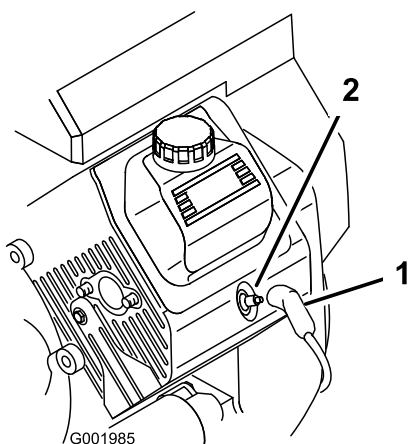

Figura 44
3. Puxe os cabos das velas (Figura 44).
3. Coloque os cabos nas velas de ignição (Figura 44).